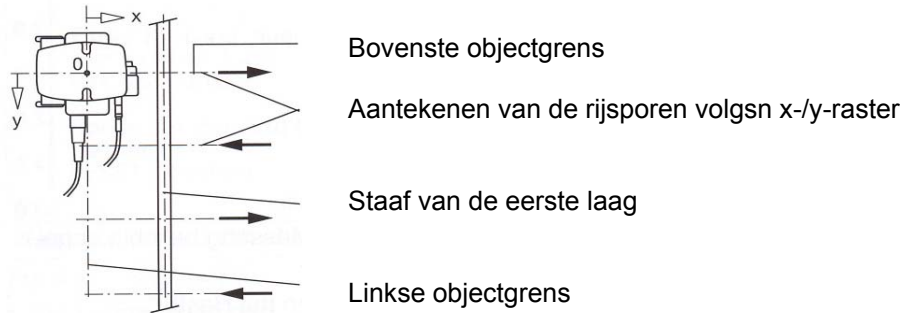

Fig. 5.14 Meten met de mobiele sonde.
- Wanneer de richting van de wapening van de eerste laag vertikaal verloopt, zoals getoond in Fig. 5.14 op blz. 18, dan dient U de rijsporen horizontaal in de afstand van het gekozen raster in de y-richting te leggen. Rij de mobiele sonde langs deze sporen. In Fig. 5. Pos. 7 wordt de kleinste in het rasterveld gemeten dekking getoond en ook automatisch opgeslagen.